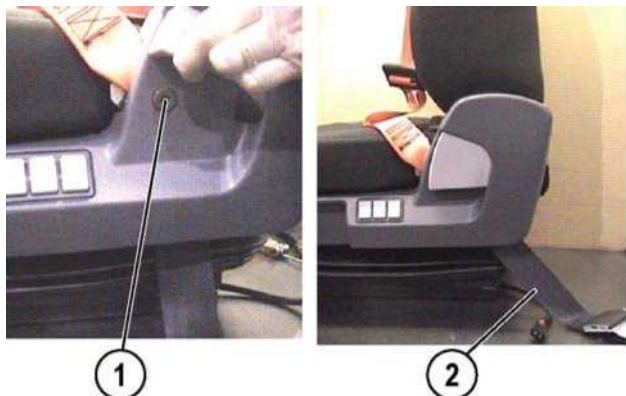

FIGURA 3-23.
12. Usando un perno largo de 22 mm (1, figura 3-23), fije del cinturón de seguridad lado opuesto con el tirante (2) debajo del anclaje del cinturón de seguridad. Apriete el perno a **35 N-m (26 ft lb)**.